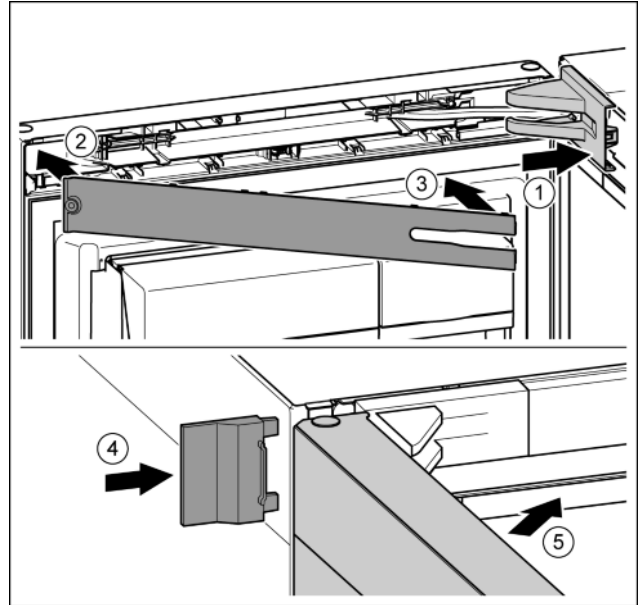

Fig. 24
- ▶ Helyezze fel és pattintsa be a csapágybak fedelét, szükség esetén óvatosan nyomja szét. Fig. 24 (1)
- ▶ Helyezze fel a lemezt. Fig. 24 (2)
- ▶ Fordítsa be és pattintsa be a lemezt. Fig. 24 (3)
- ▶ Tolja fel a külső fedelet. Fig. 24 (4)
- ▶ Csukja be a felső ajtót. Fig. 24 (5)